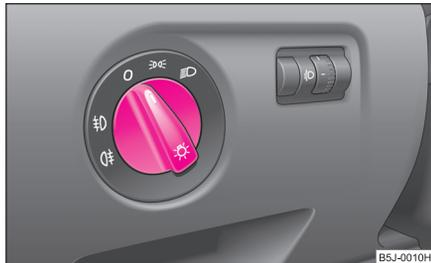

Abb. 31 Schalttafel:
- Drehen Sie den Lichtschalter  $\Rightarrow$  Abb. 31 in Stellung  $\Rightarrow$ .
- Drehen Sie den Lichtschalter in Stellung O  $\Rightarrow$  Abb. 31.
- Schalten Sie den Lichtschalter in die Stellung Standlicht  $\Rightarrow$  oder Abblendlicht  $\Rightarrow$   $\Rightarrow$  Abb. 31.
Bei Fahrzeugen mit **Rechtslenkung\*** weicht die Anordnung der Schalter zum Teil von der in  $\Rightarrow$  Abb. 31 gezeigten Anordnung ab. Die Symbole, die die Schalterstellungen markieren, sind jedoch gleich.